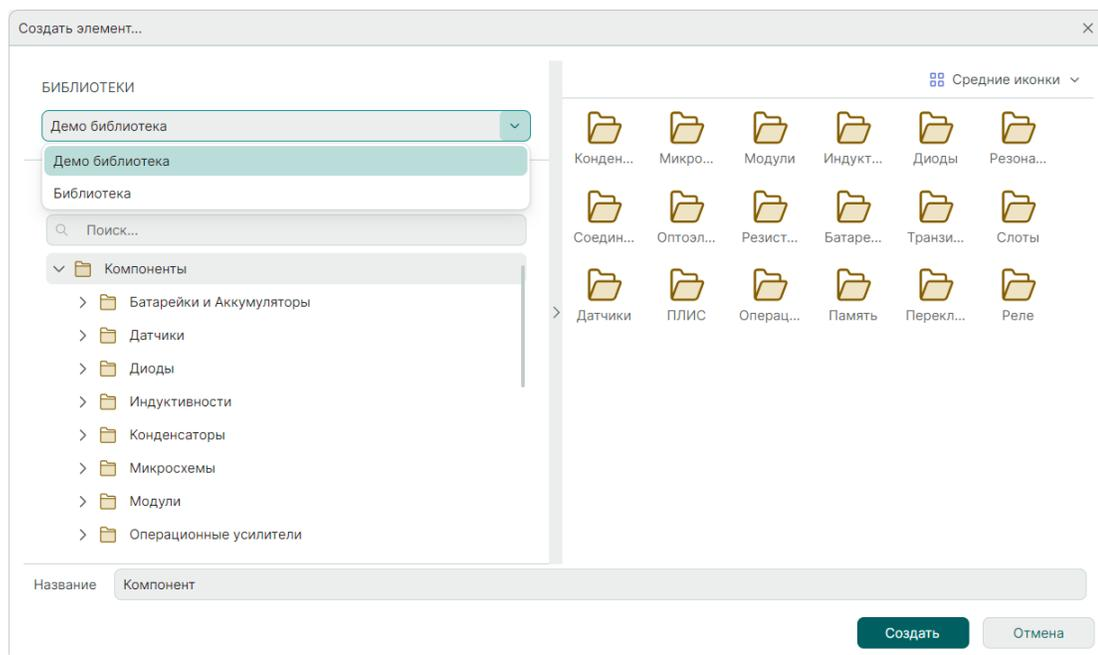

Рис. 203 Выбор библиотеки для компонента
2. Выберите библиотеку из выпадающего списка «Создать элемент» → «Библиотека», см. Рис. 203.